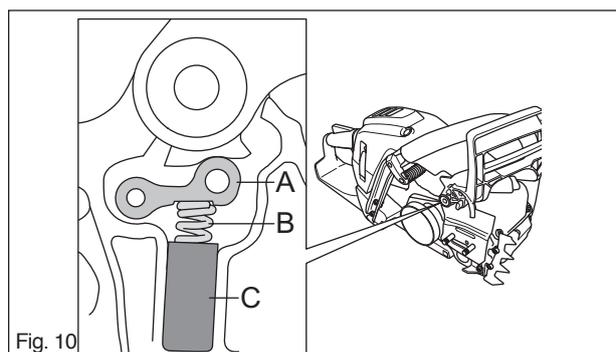

Fig. 10
Fixer la protection antirebond et placer le culbuteur en position. Positionner le ressort (B) dans le logement en plastique (C), voir figure 10, et appuyer le ressort contre le culbuteur. Pousser ensuite le logement en plastique dans sa évidement. Visser la plaque de guidage de chaîne.